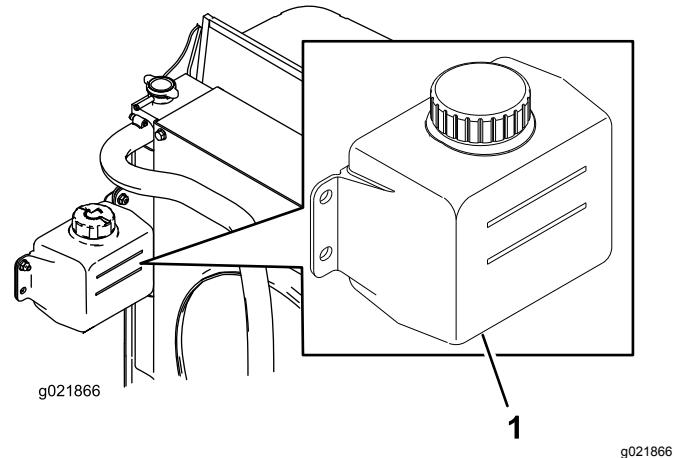

Figura 29
- Controllate il livello di refrigerante nel serbatoio di espansione (Figura 29).